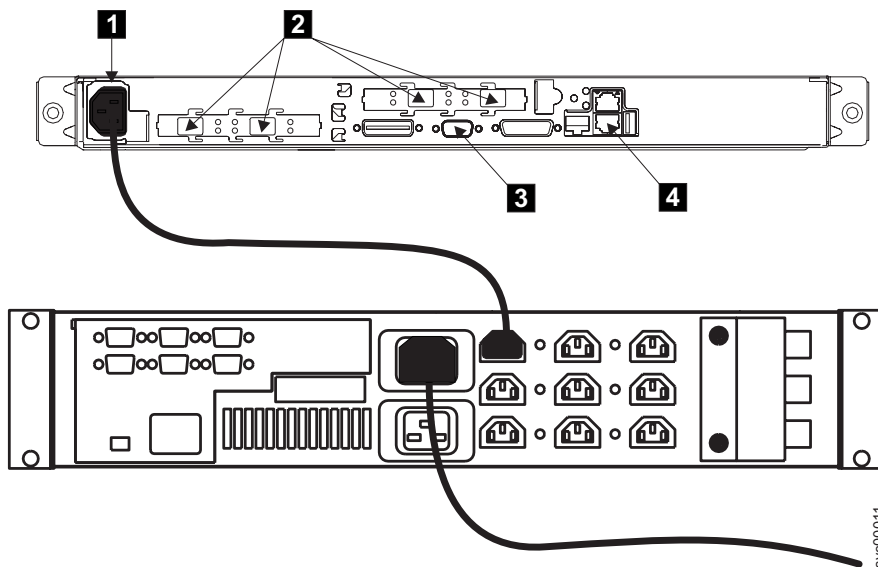

図3. SAN ボリューム・コントローラーおよび UPS 5125 の電源ケーブルとシグナル・ソケット
2. 電源ケーブルが UPS 5125 に接続されていることを確認します。また、電源ケーブルのもう一方の端が、UPS 5125 からラックの配電部に接続されていることを確認してください。図 3 は、SAN ボリューム・コントローラーおよび UPS 5125 のコネクタを示しています。電源ケーブル・コネクタは、図の **1** です。